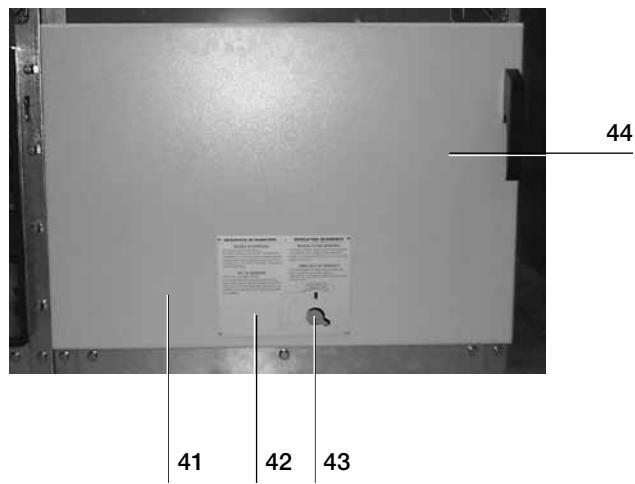

Fig. 11a
- Porte (41) (fig. 11a)
- plaque séquence manoeuvres (42) (fig. 11a)
- axe de manoeuvre du levier d'embrochage/sectionnement du chariot TT (43) (fig. 11a)